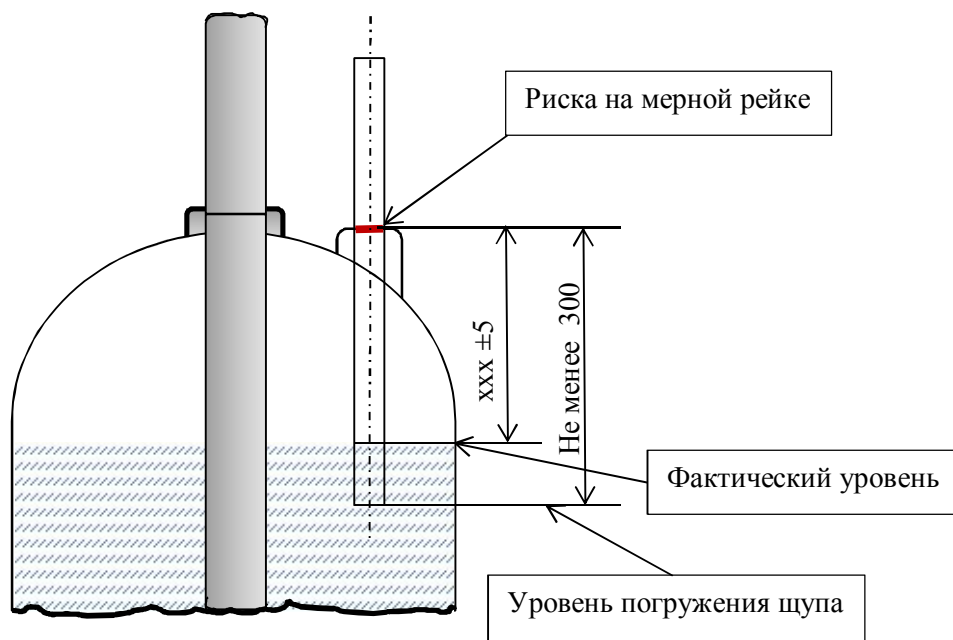

Рис. 2 Схема замера уровня ОТВ
6.3.4. Замерить уровень воды в корпусе, для чего в бобышку на корпусе, в которой установлен предохранительный клапан (поз. 4), поместить мерную щуп- рейку. В качестве щупа использовать стержень (пруток) диаметром не более 10 мм, с нанесённой рисккой (см. Рис. 2). Расстояние от риски до конца стержня погружаемого в корпус МУПТВ не менее 300 мм. Совместить риску на стержне с краем бобышки. Замерить длину сухого участка щупа до риски. Результат занести в таблицу В1 приложения В.